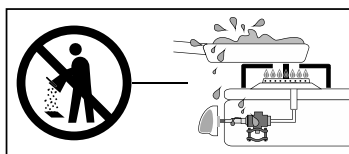

Figura 15.
- Las válvulas deben permanecer en su interior limpias de grasas y derrames originados por la cocción de alimentos. El depósito de residuos puede afectar el buen funcionamiento de las mismas (Ver figura 15).